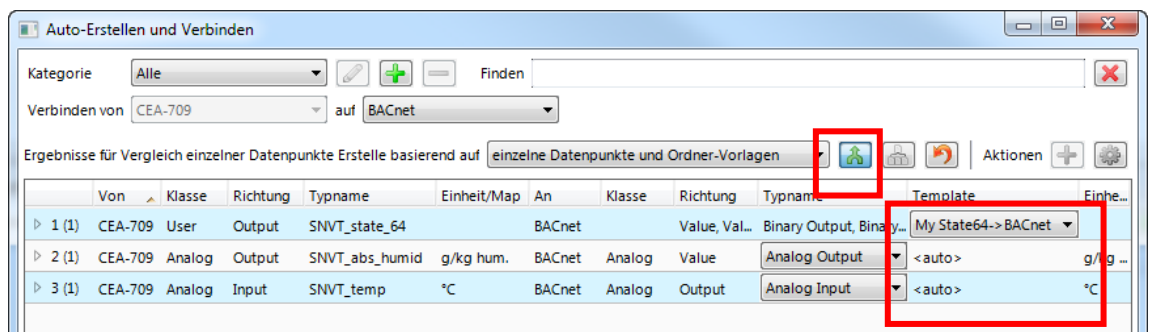

Abbildung 56: Auto-Erstellen und Verbinden mit einem Auto-Generate Template.
- Wählen Sie ein Auto-Generate Template in der Auswahlliste der Spalte **Template**, wie in Abbildung 56 gezeigt wird.